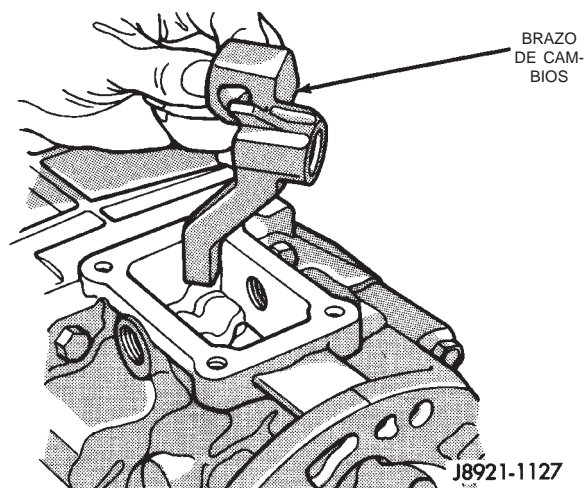

Fig. 42 Posición del brazo de cambios en la caja de la transmisión
(10) Emplace el brazo de cambios en la abertura de la torre del cambiador de la cubierta del adaptador/retenedor de cojinete trasero (Fig. 42). Asegúrese de que el brazo del cambiador se acopla en las correderas de cambio.
(11) Introduzca el eje del brazo del cambiador en el orificio de la parte posterior de la cubierta del adaptador/retenedor de cojinete trasero. Alinee el brazo de cambios y el eje del brazo del cambiador e inserte el eje del brazo del cambiador a través del brazo del cambiador y dentro de la parte delantera de la